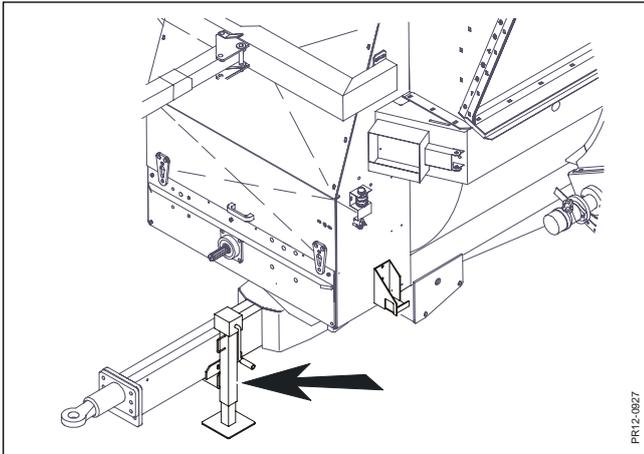

Fig. 4.9
- Fig. 4.9** Une béquille manuelle existe en option (voir la référence dans le catalogue des pièces détachées). Elle est cependant en standard sur la version "S".